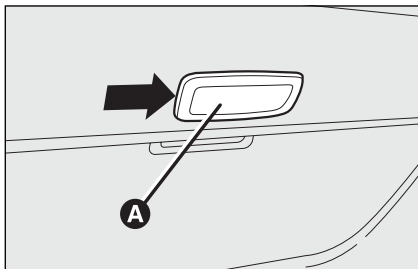

fig. 40
- maak het plafondlampje **A**-fig. 40 op het door de pijl aangegeven punt los;